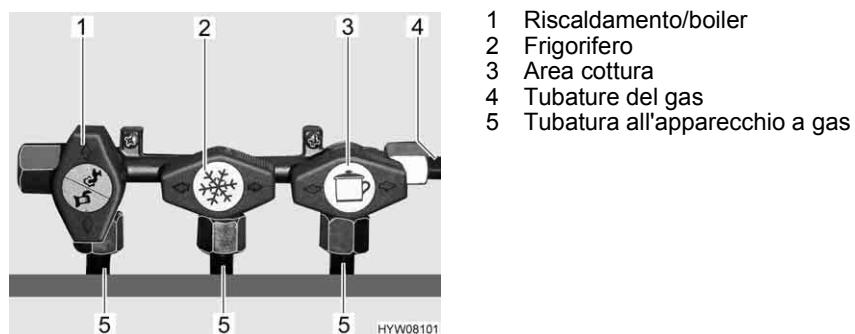

Fig. 56 Simboli dei rubinetti di arresto del gas
Nel veicolo, tutti gli apparecchi del gas sono dotati di un rubinetto di arresto del gas (Fig. 56).
- Posizionare il rubinetto di arresto del gas dell'apparecchio a gas corrispondente parallelamente (Fig. 56,1) alla tubatura (Fig. 56,5) che alimenta l'apparecchio a gas.
- Posizionare il rubinetto di arresto del gas dell'apparecchio a gas corrispondente trasversalmente (Fig. 56,2 e 3) alla tubatura (Fig. 56,5) che alimenta l'apparecchio a gas.